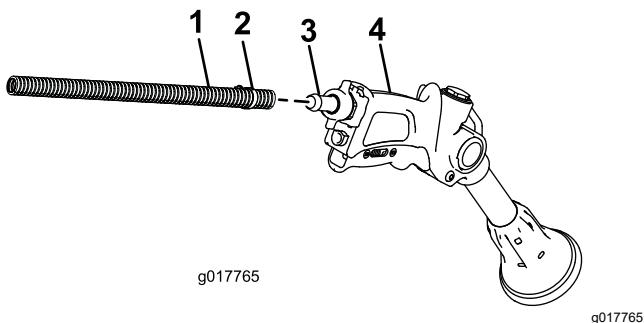

Figura 16
2. Collegare l'estremità libera del tubo flessibile lungo al raccordo sulla pistola a spruzzo (Figura 16).